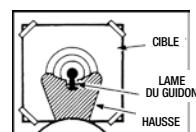

Fig. 10
• La ligne de mire de votre carabine est réglée correctement lorsque la lame du guidon est alignée avec le centre de l'encoche de la hausse. Le dessous de la lame du guidon doit être à la même hauteur que le dessous de l'encoche de la hausse. Le point de mire doit sembler reposer sur le dessous du guidon. (Fig. 10)